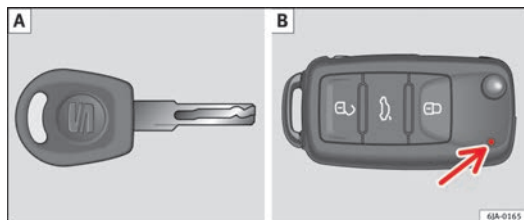
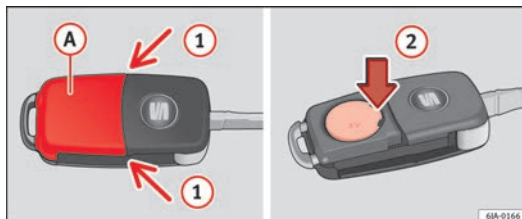

Abb. 42 Schlüssel mit Funk-Fernbedienung/Schlüssel ohne Funk-Fernbedienung
Abb. 43 Funkschlüssel: Deckel abnehmen/Batterie herausnehmen
Mit dem Fahrzeug werden immer zwei Schlüssel geliefert. Je nach Ausstattungsversion kann Ihr Fahrzeug mit Schlüsseln ohne Funk-Fernbedienung ⇒ Abb. 42 - A oder mit Funk-Fernbedienung ⇒ Abb. 42 - B ausgestattet sein.
Jeder Funkschlüssel enthält unter der Abdeckung eine Batterie (A) ⇒ Abb. 43. Wenn die Batterie entladen ist, leuchtet nach dem Drücken einer Taste auf dem Funkschlüssel die rote Kontrollleuchte ⇒ Abb. 42 - [B] nicht. Wir empfehlen Ihnen, die Batterie von einem SEAT-Händler wechseln zu lassen. Wenn Sie die Batterie selbst auswechseln möchten, ist Folgendes zu tun:
- Nehmen Sie den Deckel der Batterie mit dem Daumen oder mit einem Schlitzschraubendreher in Pfeilrichtung ① ab ⇒ Abb. 43.
- Entnehmen Sie durch Drücken an der Stelle der Pfeile ② die entladene Batterie.